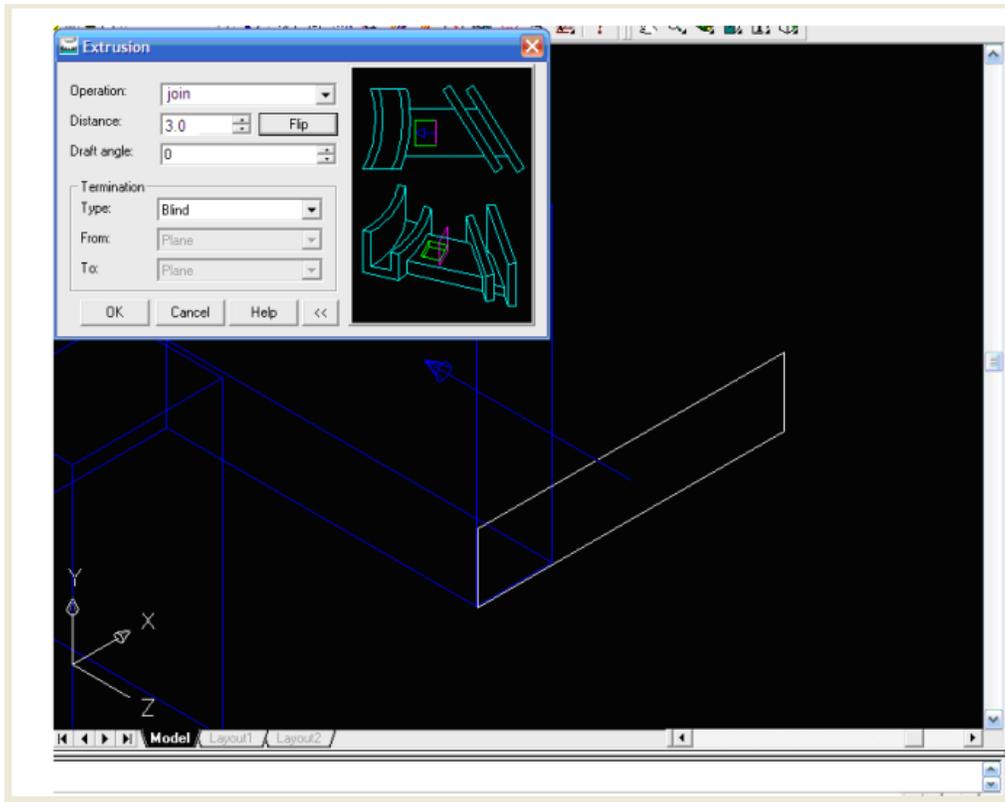

Figura 38
19. Ahora vamos a extruir el rectángulo como lo hicimos antes solo que ahora seleccionaremos la opción *Join* e introduciremos un valor de 3 para la distancia de extrusión. Además seleccionaremos el comando *Flip* para escoger la dirección de la extrusión como lo vemos en las *figura 38*.